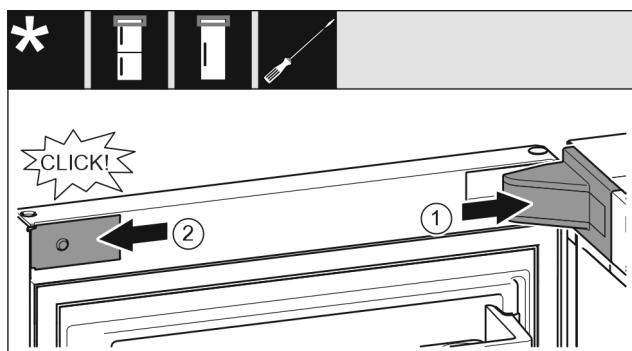

Fig. 17
- Lagerbockabdeckung aufsetzen und einrasten, ggf. vorsichtig auseinanderdrücken. Fig. 17 (1)
- Blende seitlich ansetzen und einrasten. Fig. 17 (2)